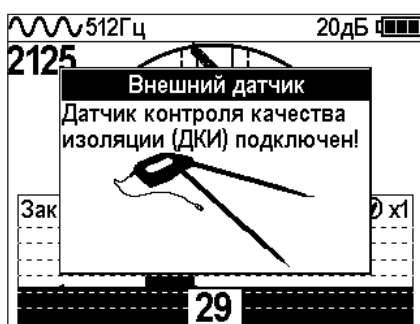

Рис. 11.1
- Подключить к приемнику датчик контроля качества изоляции ДКИ-117 (рис. 11.1) или датчик-определитель дефектов коммуникации ДОДК-117 (рис. 11.2).